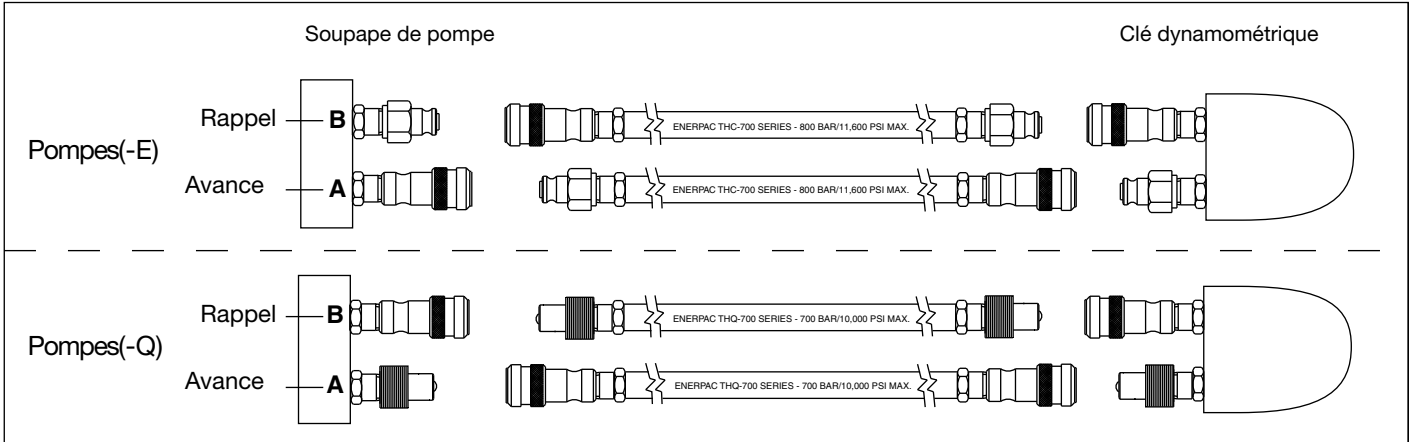

Figure 6, Détails des flexibles
- 2. Pompe de type pour (-Q) pour clés dynamométriques Enerpac S et W et autres marques : Assurez-vous d'utiliser des flexibles portant l'identification « Enerpac THC-700 Series - 700 Bar/10 000 psi max ». Les coupleurs de ces flexibles doivent être « polarisés » comme dans la figure 6 afin d'assurer le bon fonctionnement de la clé dynamométrique. S'assurer que les coupleurs sont bien engagés et serrés avant de faire fonctionner l'appareil. Si les coupleurs présentent du jeu, la clé dynamométrique fonctionnera mal.